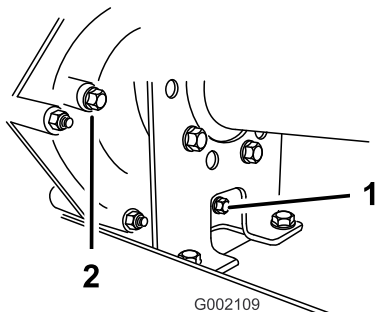
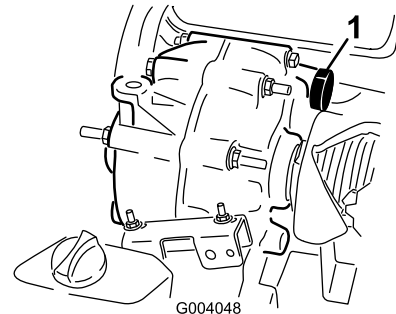

Figura 59
Figura 60
- Limpe a área em torno dos tampões de enchimento e escoamento com um trapo (Figura 59).
- Retire o tampão de enchimento rodando-o para a esquerda (Figura 59).
- Retire o tampão de escoamento rodando-o para a esquerda (Figura 59).
- Coloque e aperte o tampão de escoamento e a junta no orifício do tampão de escoamento da transmissão (Figura 59).
- Encha o reservatório (Figura 60) através do orifício do tampão de enchimento com aproximadamente 1,4 litros do óleo especificado ou até o nível de óleo na transmissão estar alinhado com a parte inferior das estrias (Figura 59).
- Coloque e aperte o tampão de enchimento e a junta no orifício do tampão de enchimento da transmissão (Figura 59).
- Verifique o nível de fluido e adicione mais fluido, se o nível estiver abaixo das estrias do orifício do tampão de enchimento (Figura 59).